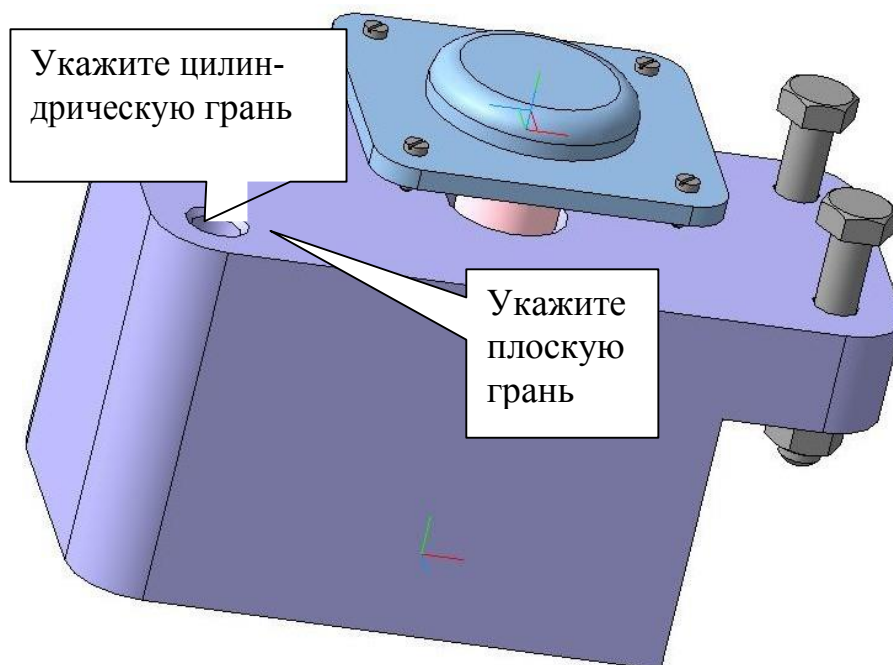
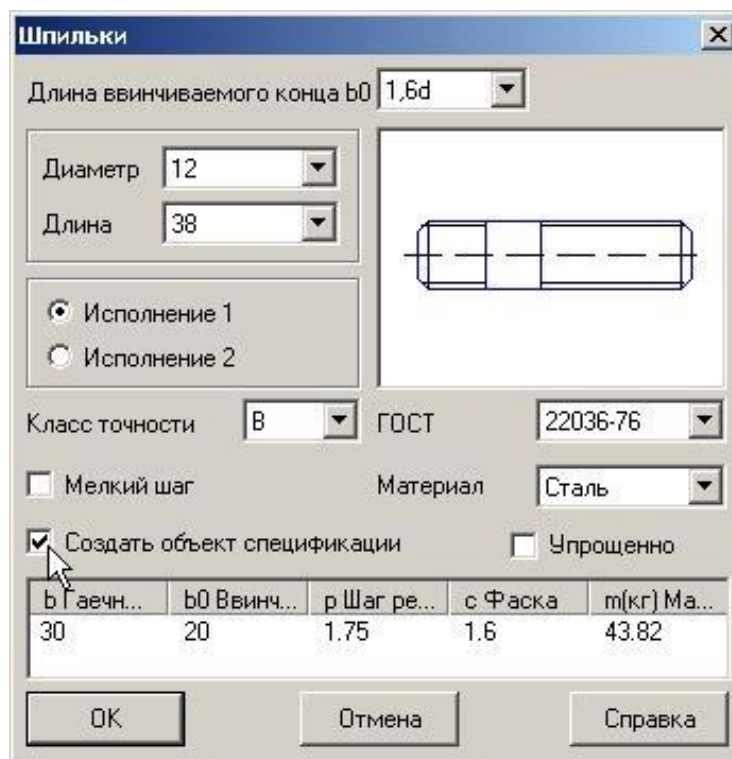

Рис. 25
Рис. 26
3) Для выполнения шпилечного соединения укажите деталь «Плита» и скройте ее, рис. 25. Выберите шпильку М12×38 ГОСТ 22036-76, рис. 26. Проставьте маркер напротив опции **Создать объект спецификации**.
Для создания сопряжений укажите поверхности согласно рис. 25. В дереве построения выполните команду **Показать** для детали «Плита»